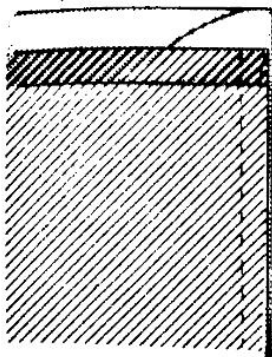

Рис. 294
5. Совместите и сколите подкладку и обтачки по надсечкам. Отогните подгибку низа подкладки к изнанке, стачайте подкладку и обтачку (рис. 294).